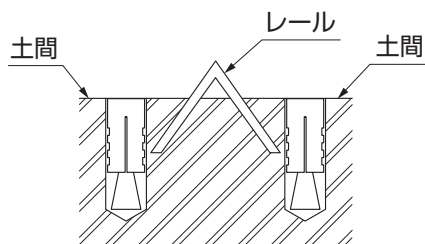

図8-8
- 脱輪防止部品セットを取付ける土間は、レールを挟んで左右が水平であることを確認してください。(図8-8参照)